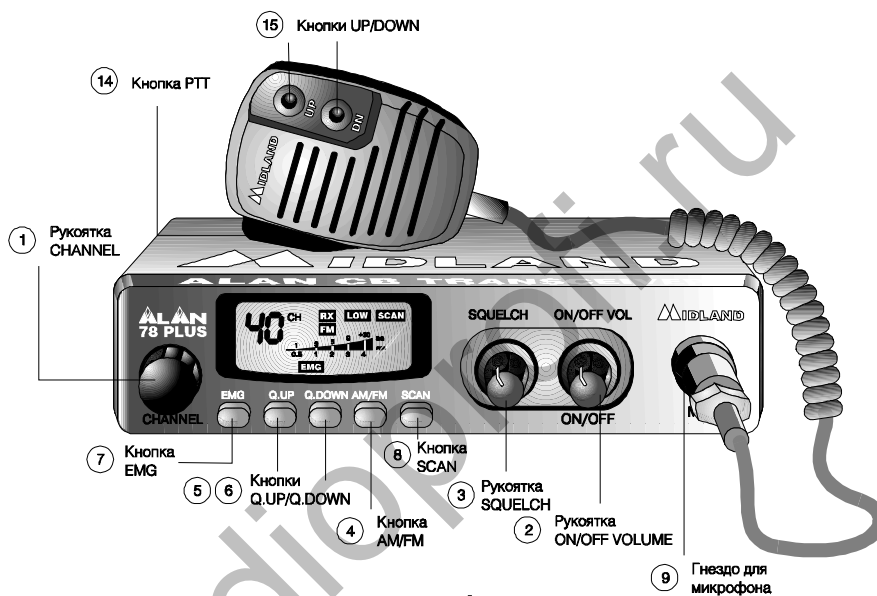

рис. 1
3.1. ПЕРЕДНЯЯ ПАНЕЛЬ. (рис. 1).